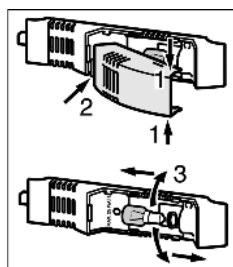

Fig. 14
- Возьмитесь за крышку лампы сверху и снизу Fig. 14 (1).
- Выведите крышку лампы сзади из зацепления и снимите Fig. 14 (2).
- Замените лампу Fig. 14 (3).